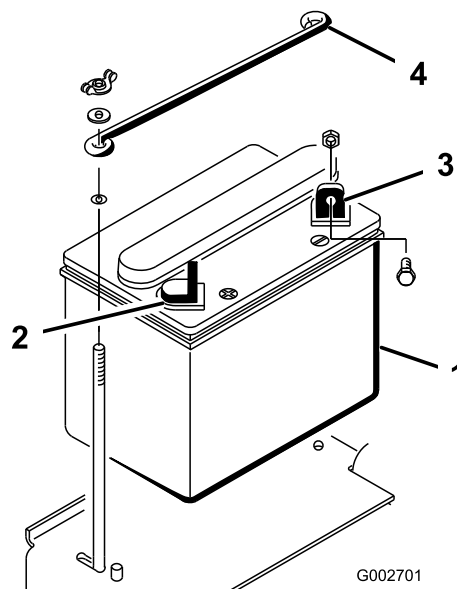

Figure 4
- Mettez la batterie en place en positionnant la borne négative vers l'arrière de la machine (Figure 4).